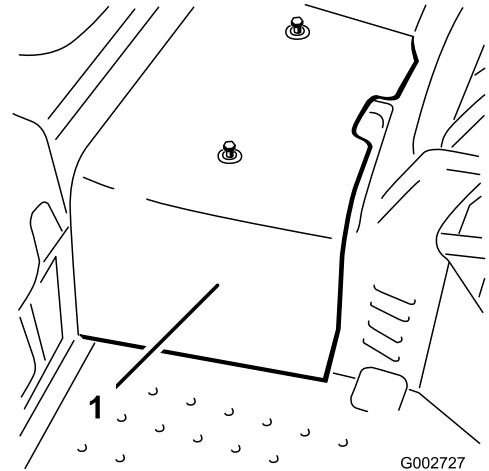

Bild 36
2. Lösen Sie die zwei Schrauben, mit denen die mittlere Haube an der Maschine befestigt ist, und nehmen Sie die Haube ab (Bild 36).